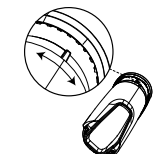

Figure 5: Encoche de rotation
- Choisissez l'emplacement le plus pertinent pour le détecteur de manière à ce qu'il couvre la zone à protéger, et insérez la partie supérieure du détecteur dans l'encoche adéquate (voir Figure 5).